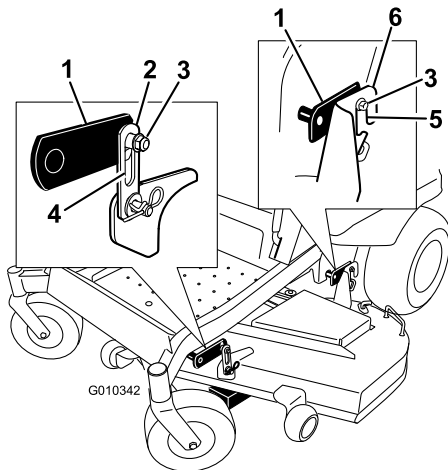

Figura 61
4. Afloje las tuercas de ajuste del sistema de nivelación (pieza 3) en las cuatro esquinas de modo que la plataforma quede bien asentada en los cuatro bloques. Asegúrese de que las barras de soporte de la plataforma están bajadas del todo (en la parte superior de la ranura) y que el pedal de elevación de la plataforma está hacia atrás, contra el tope, y apriete las cuatro tuercas de ajuste del sistema de nivelación (Figura 61).